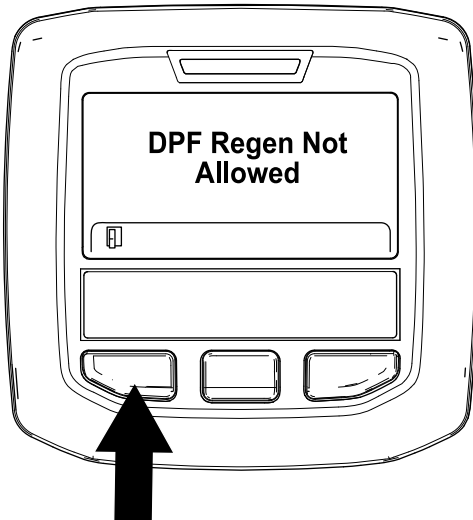

Figura 45
- Si el ordenador del motor no permite el proceso de regeneración, aparece el mensaje "DPF Regen Not Allowed" (Regeneración de DPF no permitida) en el InfoCenter (Figura 45). Pulse el botón de la izquierda para salir a la pantalla de inicio.